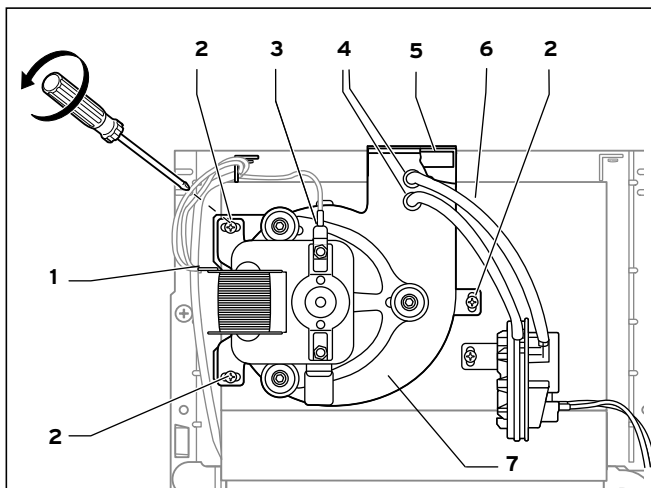
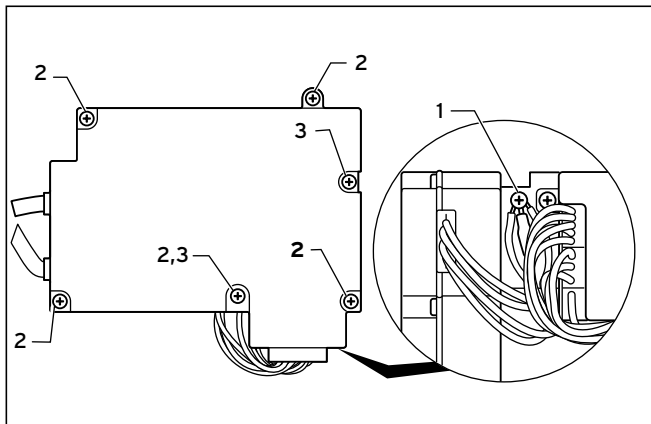

Fig. 7.6 Smontaggio del ventilatore
Fig. 7.9 Vista laterale della cassetta dei collegamenti
- Posare il cavo del ventilatore come illustrato nella figura 7.10. Reinserire tutti i contatti. Attenzione al collegamento del conduttore di protezione (3). Sincerarsi di riapplicare i flessibili di silicone del pressostato differenziale come illustrato nella fig. 7.6.
- Staccare gli allacciamenti al collegamento a massa (1).
- Svitare le viti (3) e rimuovere la cassetta dei collegamenti.
- Aprire la cassetta dei collegamenti allentando le viti come illustrato (vedere fig. 7.9).
- Sincerarsi inoltre di eseguire correttamente il collegamento a massa (vedere fig. 7.6 e fig. 7.9).